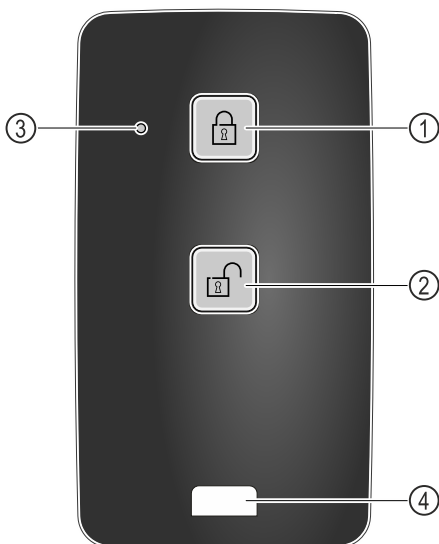

Fig. 245
- (1) Zablokować zamek (3) Dioda LED statusu
(2) Odblokować zamek (4) Zaczep mocujący
- ▶ Nacisnąć przycisk Fig. 245 (1) na pilocie.
- ▶ Nacisnąć przycisk Fig. 245 (2) na pilocie.
- ▶ Po naciśnięciu przycisku dioda LED statusu Fig. 245 (3) generuje komunikat zwrotny.
- ▶ Zaczep Fig. 245 (4) do mocowania pilota, np. na breloku.